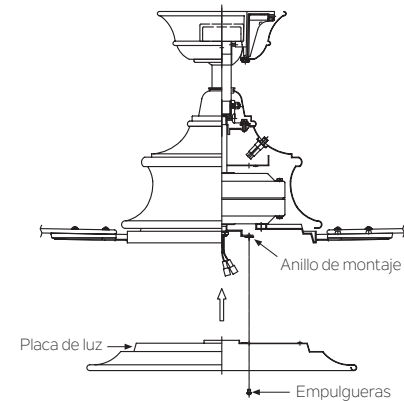

Fig. 17
Paso 1. Afloje los dos tornillos en el anillo de montaje unido al eje del motor y “retire” y guarde el tercer tornillo. (Fig. 17)